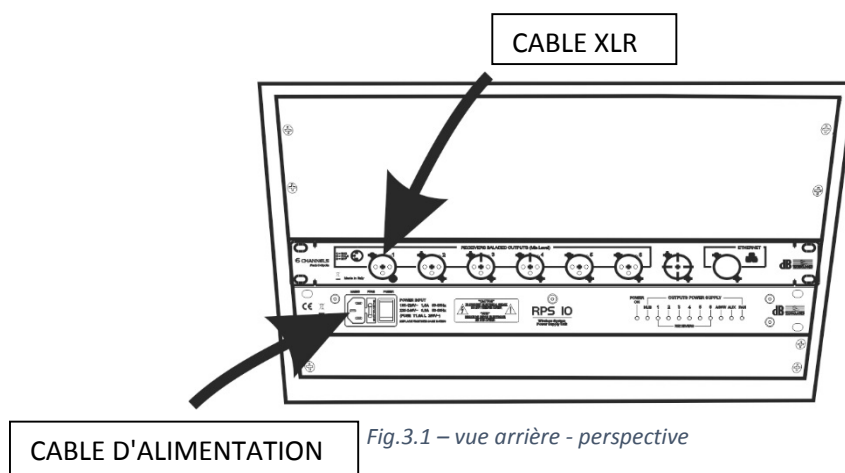
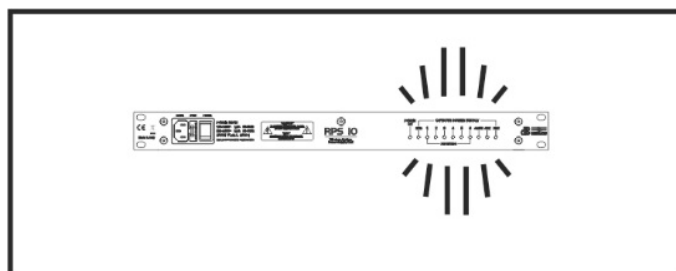
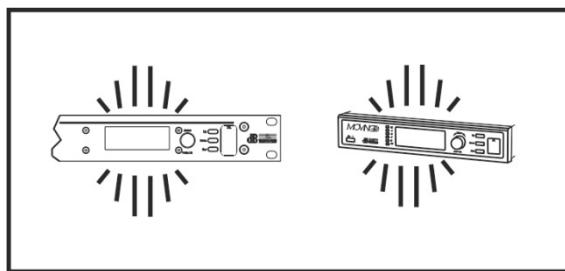

Fig. 3.1 – vue arrière - perspective
Fig. 3.2
Fig. 3.3
- 3 Connecter le câble d'alimentation et les câbles XLR sur le rétro du rack comme illustré sur la figure 3.1. Vérifier que les led du module RPS10 s'allument et défilent pendant quelques secondes, comme le montre la figure 3.2, et que les afficheurs des modules HUB800 et MOVING D s'allument comme sur la figure 3.3. Se référer aux manuels de l'RPS10 et du MOVING D pour de plus amples approfondissements.